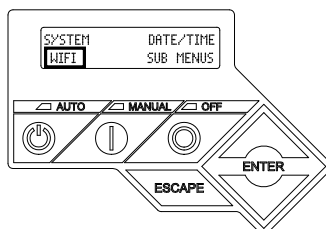

Abbildung 3-6. Auswahl des WLAN-Menüs
1. Siehe **Abbildung 3-6**. Navigieren Sie vom Steuerungs-Hauptbildschirm zum Menü „WiFi“ (WLAN) und drücken Sie ENTER.